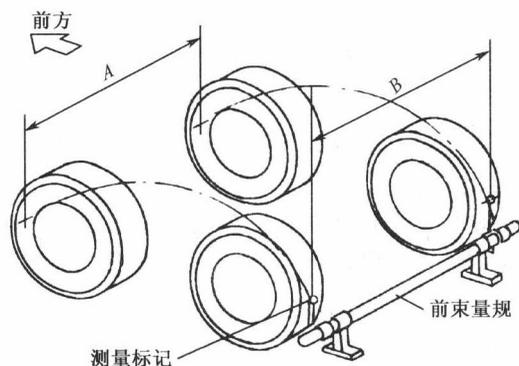

图 1-1 在轮冠中心线处作标记
2) 在每个车轮的后部, 在轮轴中心线高度上的轮冠中心线处(胎面上)作一标记, 如图 1-1 所示。
3) 用前束量规手工测量两标记间的距离  $B$ , 如图 1-1 所示。